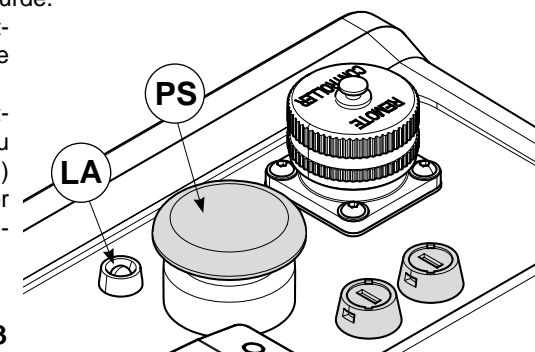

BILD 3
- Bei Bedarf kann der mechanische Druckablassknopf (PS) (Bild 3) auf der Vorderseite der Pumpe betätigt werden und das Öl fließt in den Tank zurück.
Die Pumpe verfügt über ein eigenes Kontrollsystem. Beim Aufleuchten der gelben LED (LA) Bild 3 wird ein Fehler signalisiert und **die Pumpe wird blockiert**.